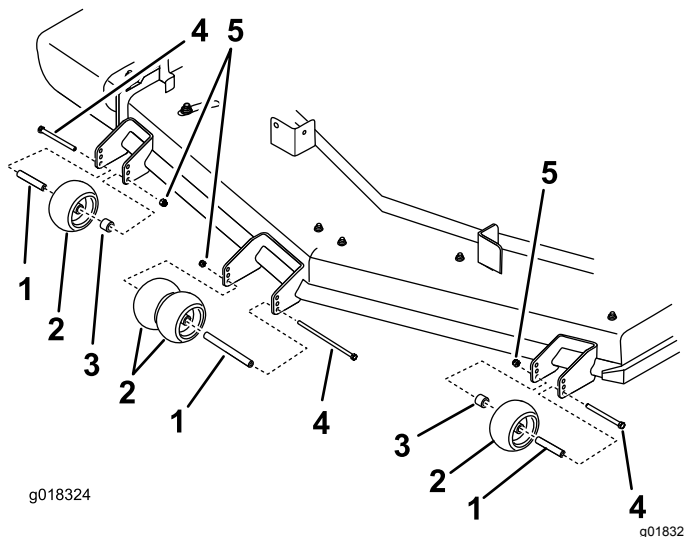

Figura 22
4. Asegúrese de que los espaciadores y los casquillos están instalados (Figura 22).